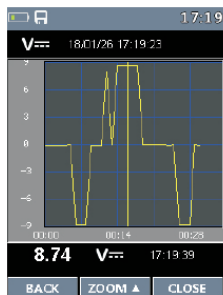

Fig137
- Druk op de MODE knop voor TREND record (tendensen opnemen) (Fig. 137). Druk op ► of ◀ om de vorige of de volgende opname te selecteren en druk op ESC om View record measurement (opgenomen metingen bekijken) te verlaten.